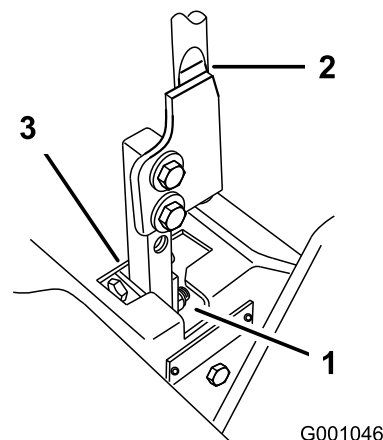

Figura 75
5. Mettete la leva in folle, senza bloccarla (Figura 75).
6. Tirate indietro la leva fino a quando il perno con testa (sul braccio sotto l'albero di articolazione) non viene a contatto con l'estremità della scanalatura (iniziando appena a mettere sotto pressione la molla) come illustrato nella Figura 75.
7. Controllate dove la leva di controllo corrisponde alla tacca nella console (Figura 75).